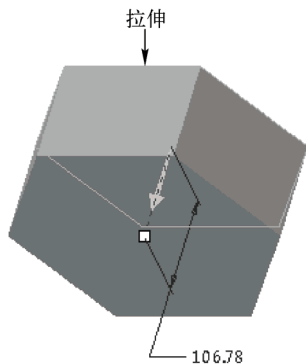

图 6-33 拉伸实体对象
STEP 02 在功能区选项板的“模型”选项卡中，单击“形状”面板中的“拉伸”按钮，打开“拉伸”选项卡，在绘图区中选择草绘图形，拉伸实体对象，如图 6-33 所示。